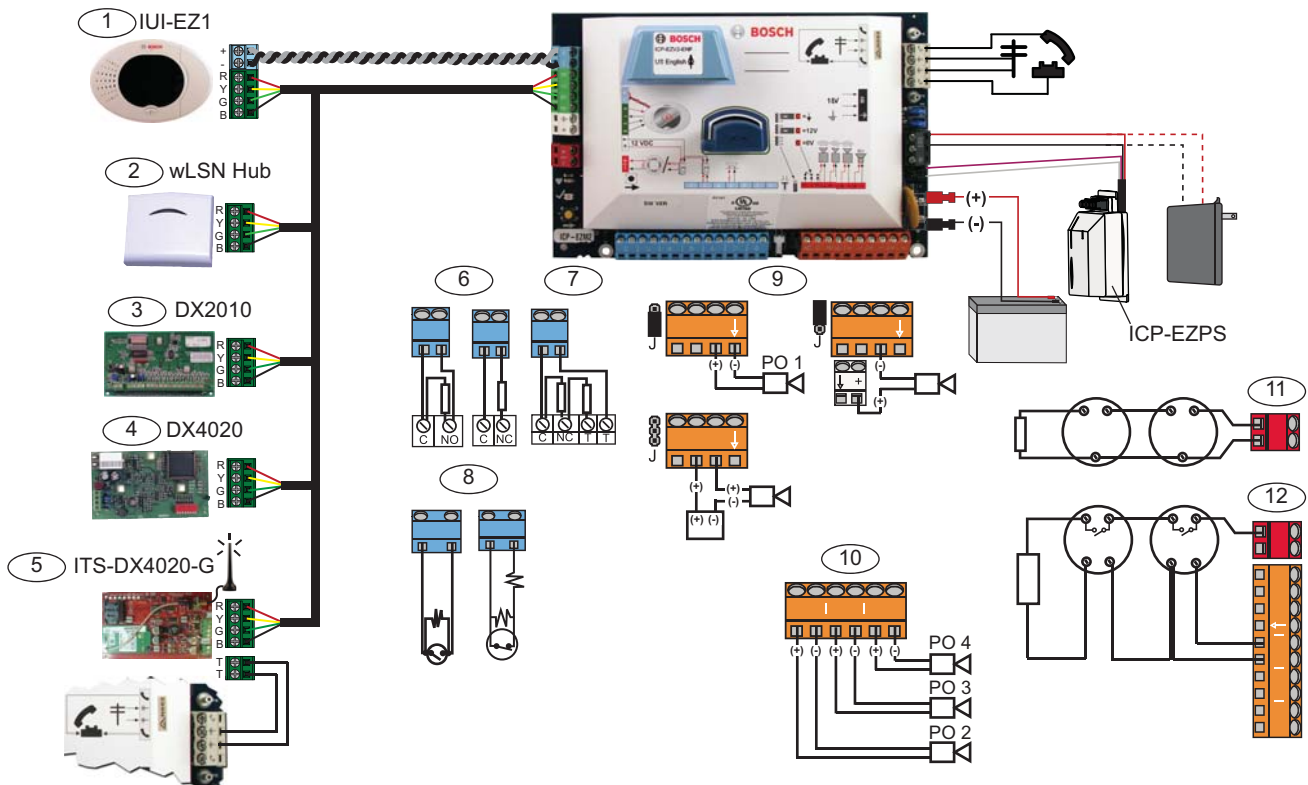

Bild 1.1 Systemkomponenten-Verdrahtungsschema
Siehe Bild 1.1 bis Bild 1.3 für Übersichten über die Systemkomponenten und Verdrahtung.
Dies ist die erforderliche Einstellung für die HFSS-Meldebereichsprüfung. Siehe *Bild 1.1, Seite 7*.
4. Die Datenbus-Anschlüsse des Bedienteils mit den Anschlüssen des Datenbus der Zentrale verbinden. Siehe *Bild 1.1, Seite 7*.
Für Audiobus-Anschlüsse muss eine verdrehte Leitung verwendet werden. Siehe *Bild 1.1, Seite 7*.